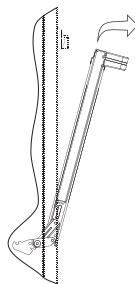

рис. 15
3. Взять дверцу за боковые стороны и потянуть на себя и вверх, чтобы освободить нижние оси шарниров (Рис. 15);